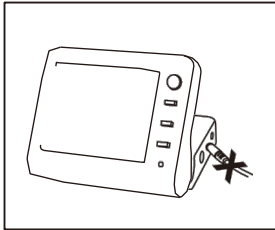

Abb. 31
- 1) Trennen Sie das Ladegerät vom Gerät, falls es angeschlossen ist (Abb. 31).